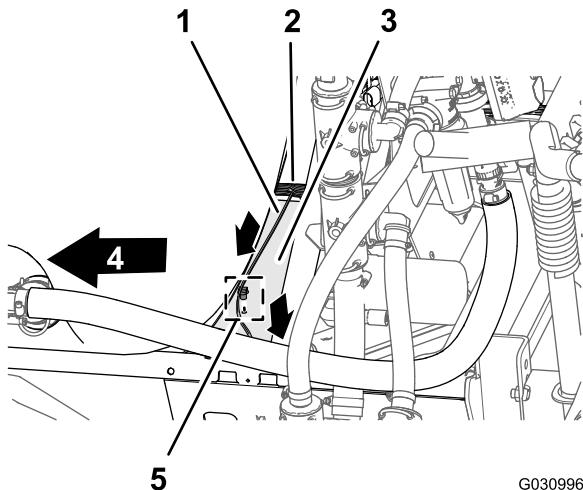

Рисунок 100
- Проложите от жгута проводов ответвление длиной 86 см для электромагнита насоса опрыскивателя через верхнюю часть швейлера рамы опрыскивателя и вниз к электромагниту насоса опрыскивателя (Рисунок 100).
- Вставьте вставной держатель ответвления длиной 86 см жгута проводов в отверстие швейлера рамы опрыскивателя (Рисунок 100).